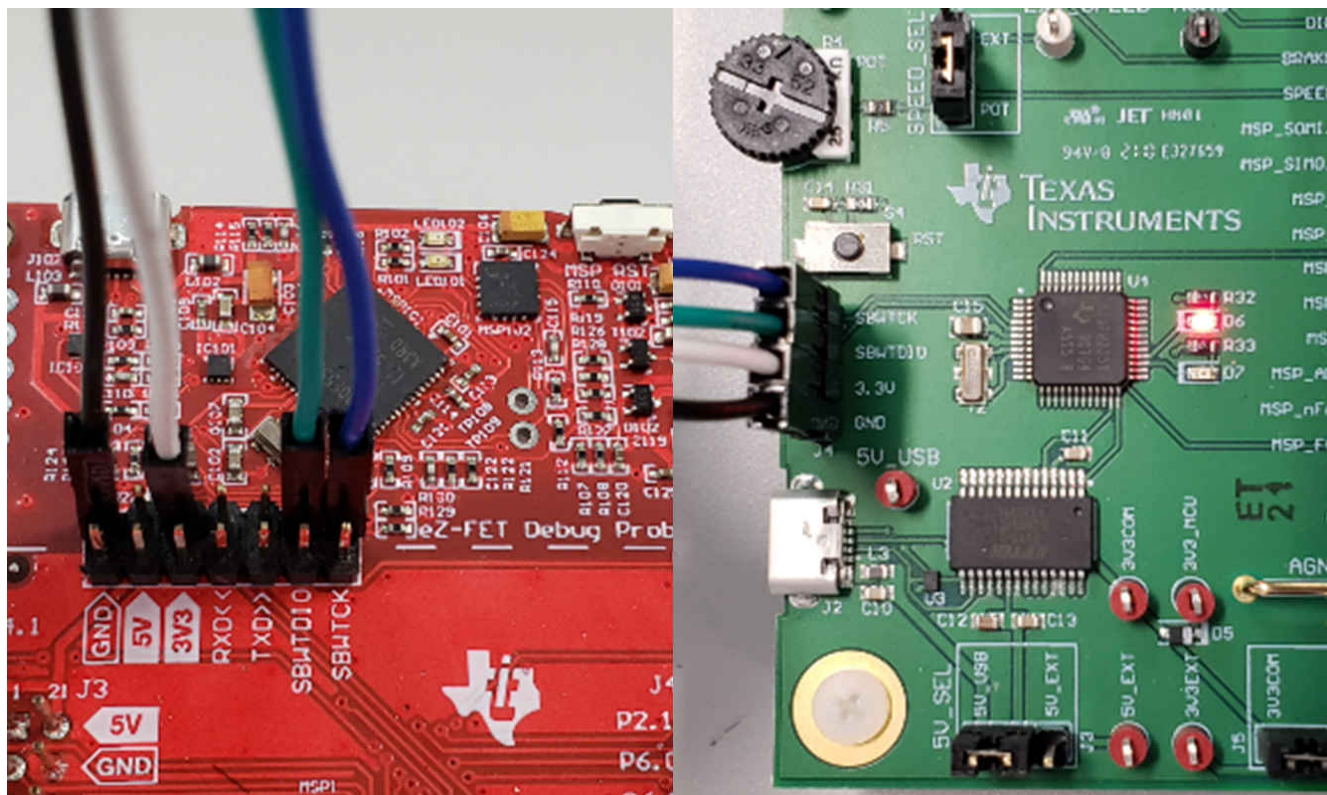

図 7-2. MSP430 LaunchPad™ eZ-FET プローブから MCT8316AEVM への接続
2. 表 7-1 および 図 7-2 に示すように、ローンチパッドの eZ-FET 側にある、GND、3V3、SBWTDIO、SBWTDIO 信号の上側のピンを MCT8316AEVM の J4 の対応するピンにそれぞれ接続します。